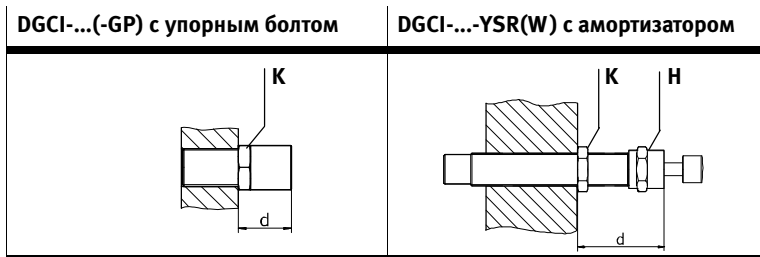

Fig. 22
- Из соображений функциональной безопасности системы измерения перемещений и устойчивости DGCI **расстояние d** на Fig. 22 должно соответствовать значениям из следующей таблицы: